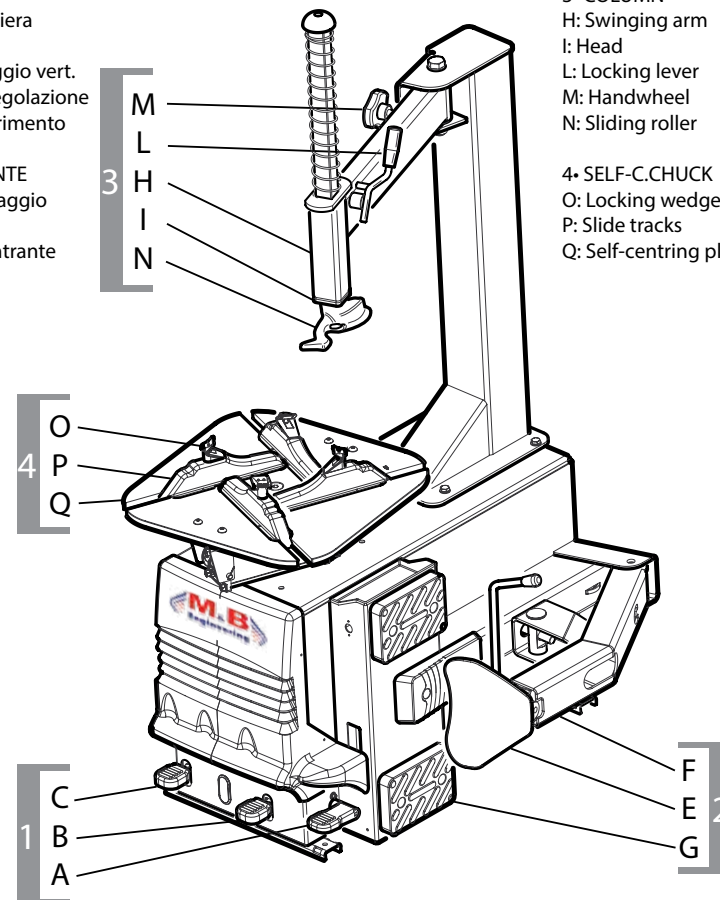

fig.1
**PEDALIERA (fig.1) (1)**
**STALLONATORE (fig.1) (2)**
**GRUPPO PALO (Fig.1) (3)**
**AUTOCENTRANTE (Fig.1) (4)**
**PEDAL CONTROLS (fig. 1)(1)**
**BEAD BREAKER (fig. 1) (2)**
**COLUMN UNIT (Fig.1) (3)**
**SELF-CENTERING CHUCK (Fig.1) (4)**
## PEDALIER (fig.1) ( 1)
## DÉTALONNEUR (fig.1) (2)
## GROUPE DE LA POTENCE (Fig.1) (3)
## AUTOCENTREUR (Fig.1) (4)
## FUßSCHALTUNG (Abb.1) ( 1)
## ABDRÜCKER (Abb.1) (2)
## TRAGSÄULENGRUPPE (Abb.1) (3)
## SELBSTZENTRIERER (Abb.1) (4)
## JUEGO DE PEDALES (fig.1) ( 1)
## DESTALONADOR (fig.1) (2)
## UNIDAD COLUMNA (Fig.1) (3)
## AUTOCENTRADO (Fig.1) (4)